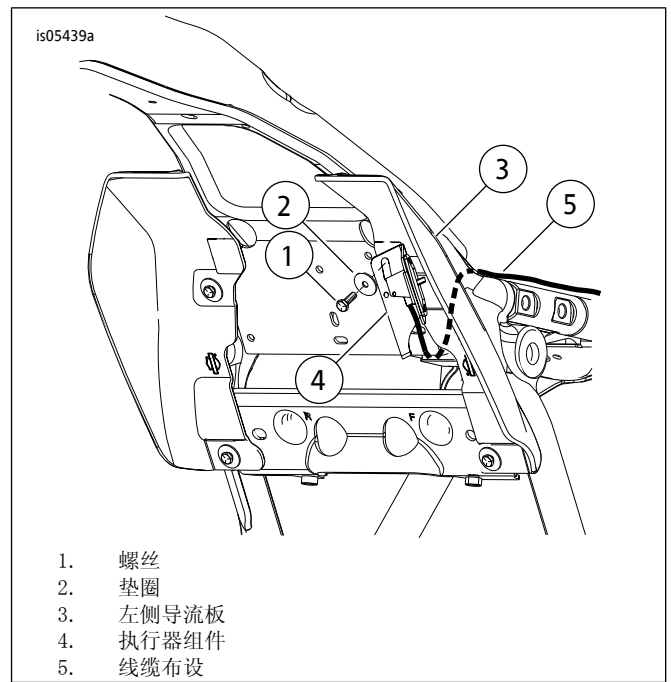

图5。安装执行器组件与中车架导流板
3. 参见图5。在调整手柄支架的安装位置，将塑料火花塞线夹从框架板的孔中拉出。丢弃塑料软管夹。
8. 图5检查确认靠背调节拉索未连接到安装架。从执行器总成端开始, 将靠背线缆在横梁板下布线, 然后往上穿过框架(5)。
10. 图5 将执行器组件(4)托架的平面侧滑至电线后面, 并将偏转器上部安装孔与调节手柄托架中的槽对齐。检查确认支架上的钩/弯碟片卡入横梁板。对齐后, 插入并拧紧螺钉和垫圈。